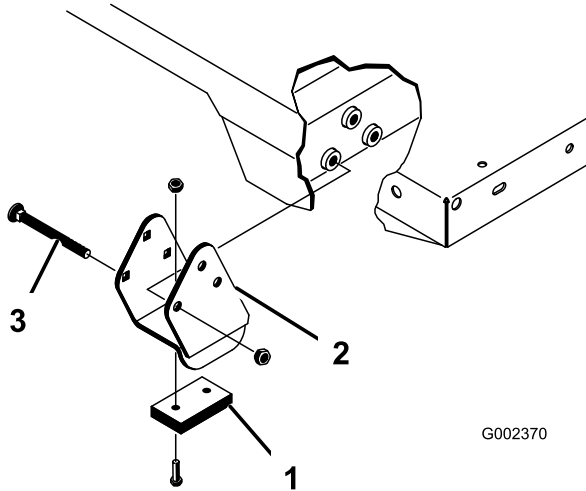

Figura 36
Nota: Asegúrese de instalar los espaciadores y las pletinas de desgaste (Figura 36) con las cabezas de los pernos de cuello cuadrado dentro de la máquina.
2. Coloque la plataforma con cuidado sobre el bastidor de la máquina, alineando los taladros de las placas de giro traseras con los taladros del perfil trasero del bastidor, e instale 2 pasadores con chavetas (Figura 36).
4. Inserte el pasador desde la parte exterior de la plataforma, con la chaveta hacia fuera (Figura 36).